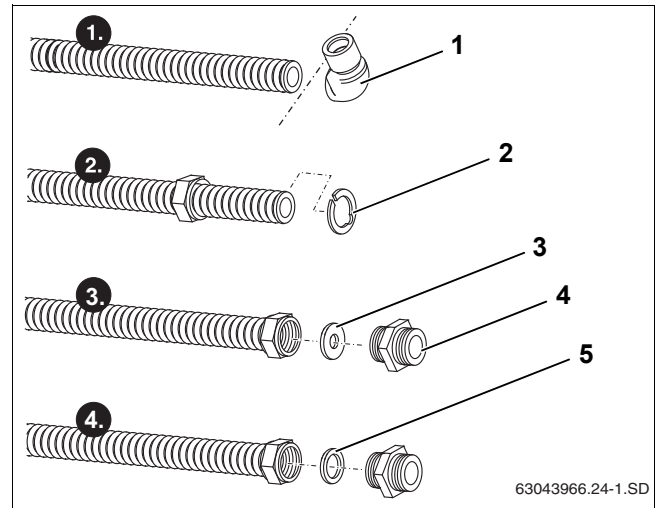

Рис. 57 Подготовка соединительной трубы
- ▶ Отделите от соединительной трубы уголок (рис. 57, [1]) труборезом.
- ▶ Уложите сзади первой волны зажимную шайбу (рис. 57, [2]) и сожмите. Она должна равномерно прилегать к буртику накидной гайки.
- ▶ Уложите шайбу (рис. 57, [3]) в накидную гайку на срез трубы.
- ▶ Заверните двойной ниппель (рис. 57, [4]) в накидную гайку, чтобы получилась плоская уплотняющая поверхность на соединительной трубе.
- ▶ Уложите уплотнение (рис. 57, [5]) закрутите двойной ниппель.